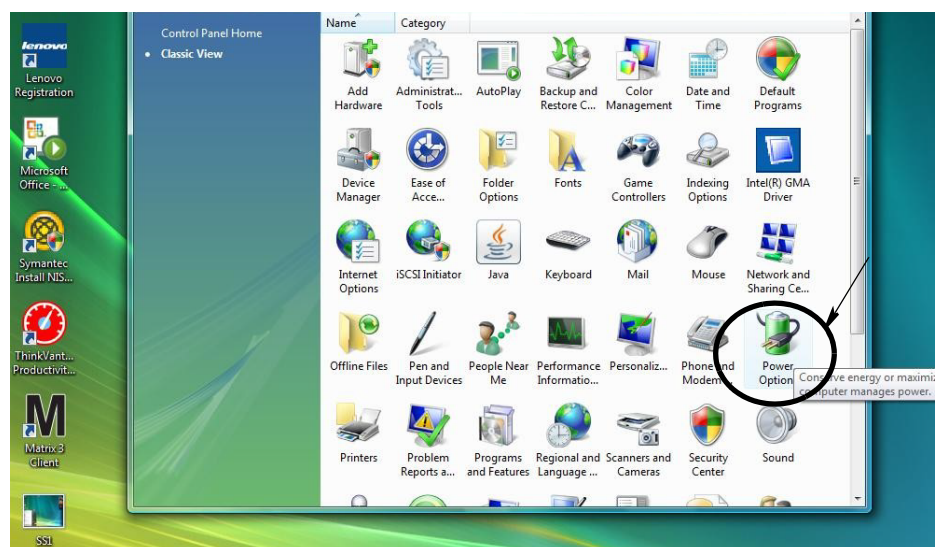

FIG. 33
2. Selecteer het pictogram Energiebeheer (FIG. 33).